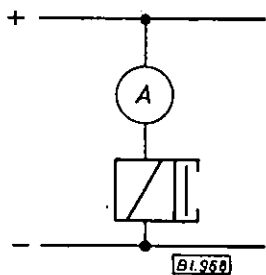

Bild 7 Strömmätning
b) att magnetspolen ej är kortsluten eller har avbrott. En ampèremätare i strömkretsen (bild 7) skall visa följande strömstyrkor: